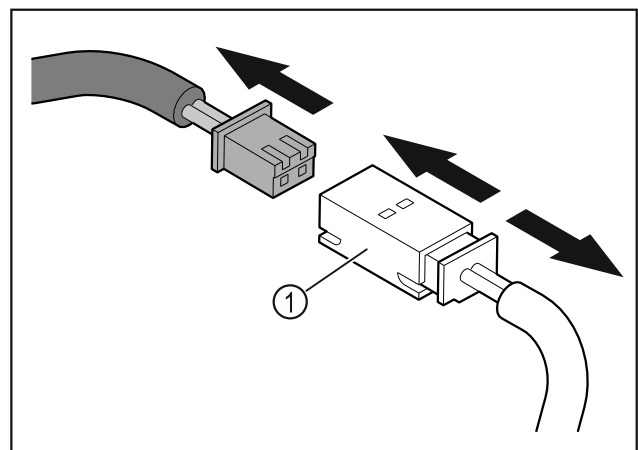

Fig. 13
- Scollegare il connettore e il giunto a innesto Fig. 13 (1).